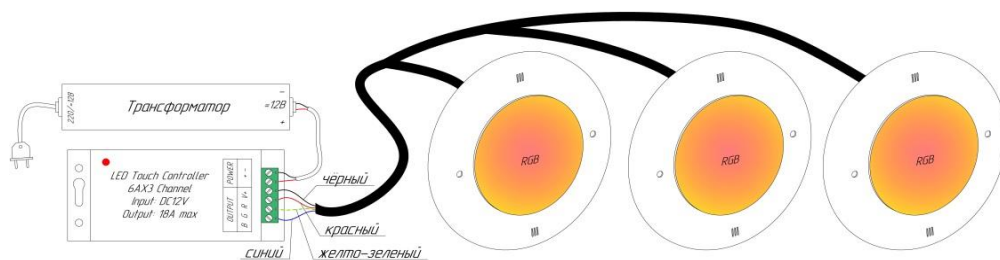

Рис.2 Подключение прожектора светодиодного RGBW 25 Вт, 12В (арт. P11-22)
5.5. Подключить прожектор согласно приведенной электрической схеме рис. 2 для арт. P11-22